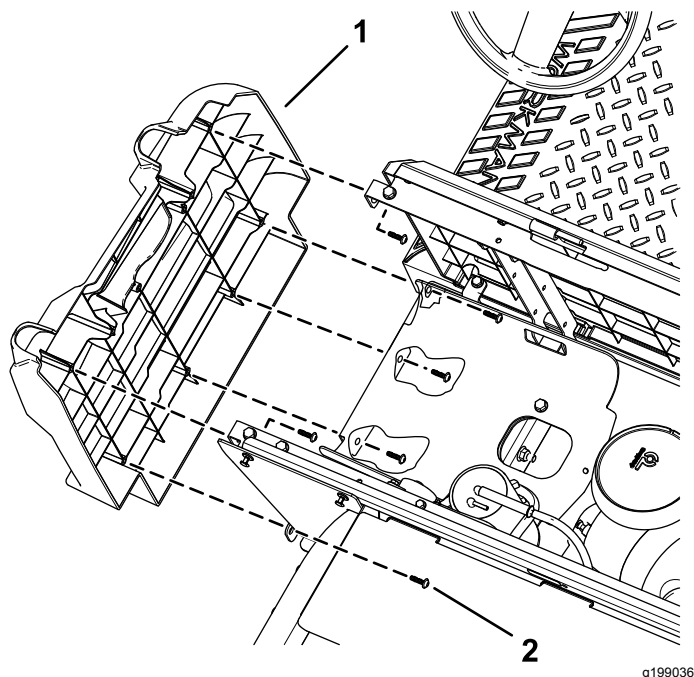

**Рисунок 8**
1. Отсоедините вентиляционную трубку и топливный трубопровод от топливного бака (Рисунок 8).
2. Выверните 2 винта, которые крепят прижим к левой боковой панели, и снимите прижим (Рисунок 8).
3. Выверните фланцевый болт, который крепит топливный бак к его поддону, и снимите топливный бак (Рисунок 8).